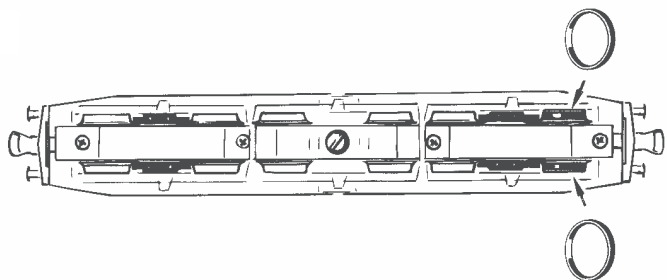

Fig. 10
1. Reinigung der Radstromkontakte: Radstromkontakte können auf unsauberen Schienen leicht verschmutzen. Entfernen Sie **vorsichtig** mit einem kleinen Pinsel **den Schmutz** an den in Fig. 10 gekennzeichneten Stellen.
1. Cleaning of wheel contacts: Wheel contacts easily get dirty on tracks which are not entirely clean. Use a small brush to **remove dirt** from spots marked in fig. 10.